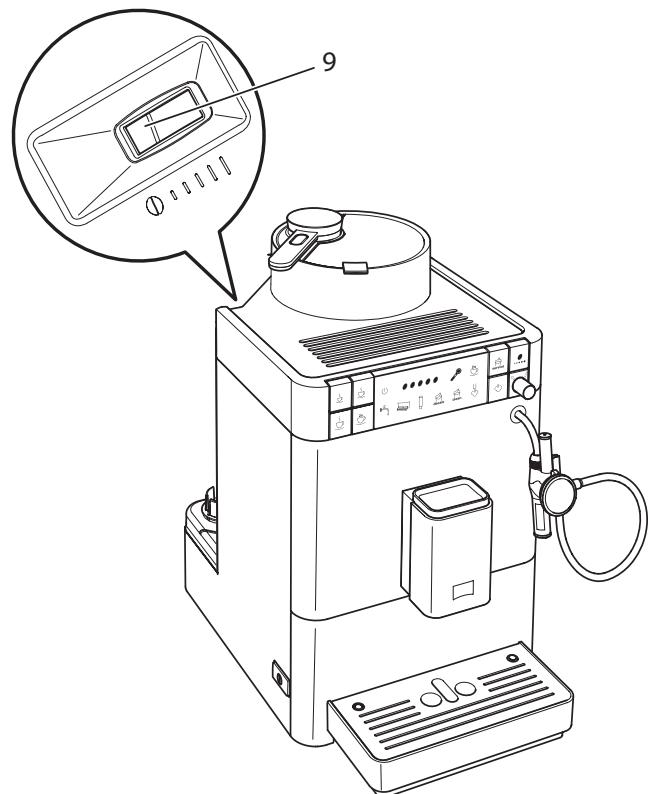

Fig. 14: Leva per la regolazione del grado di macinazione
2. Spostare la leva verso sinistra o verso destra, come illustrato nella Fig. 14.